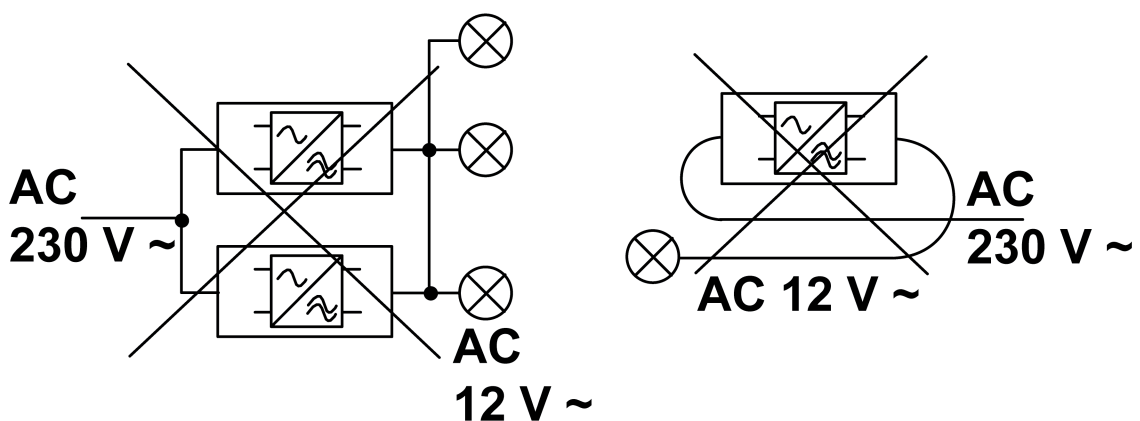

Bild 2
- i** Sekundärleitung nicht mit weiteren Tronic-Trafos verschalten (Bild 2).
- i** Sekundärleitung nicht parallel zur Netzleitung oder Tronic-Trafo verlegen (Bild 2).